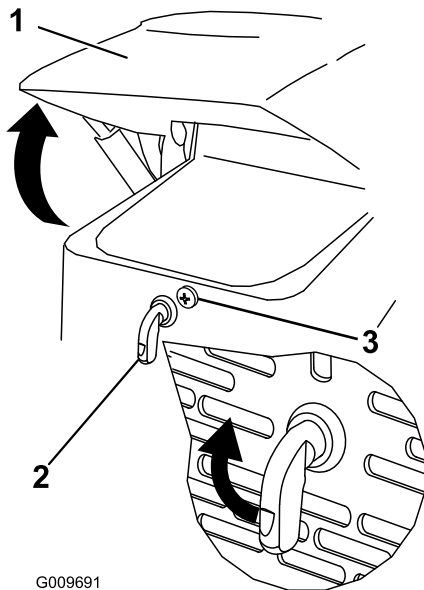

Bild 25
1. Lösen der Arretierschraube an der Motorhaube (Bild 25)
2. Drehen Sie den Motorhaubenriegel nach rechts (Bild 25).
3. Klappen Sie die Haube hoch (Bild 25).
3. Ziehen Sie die Arretierschraube der Motorhaube fest, um den Riegel zu arretieren (Bild 25).